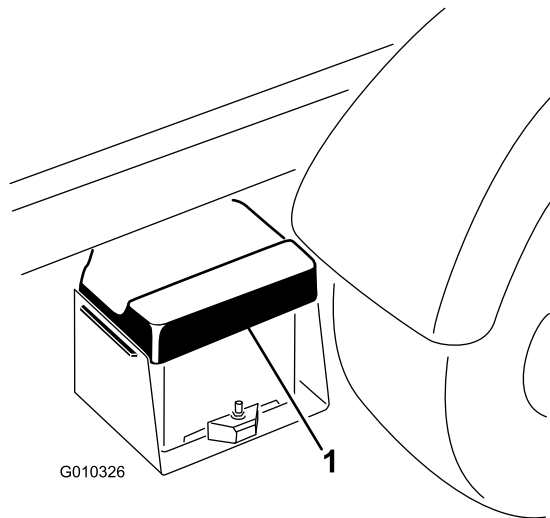

Figura 61
1. Aperte a tampa da bateria para soltar as patilhas da base da bateria e remova a tampa da base da bateria (Figura 61).